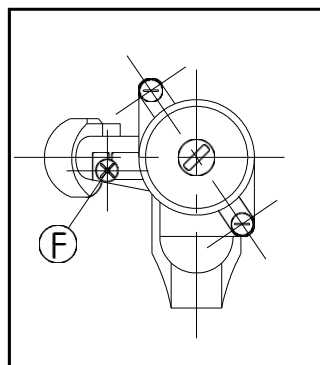

Fig. 9
- Desmontar el inyector (A) del quemador de la barbacoa, desenroscándolo, y sustituirlo por el correspondiente al tipo de gas a utilizar, según la tabla 2.
6.2.- REGULACIÓN DEL CAUDAL MÍNIMO DE LA VÁLVULA DE GAS (Fig. 9)